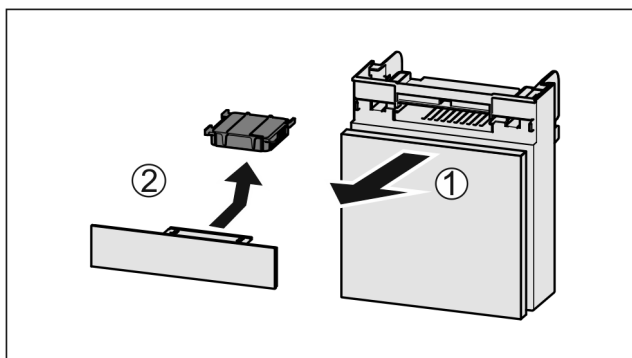

Fig. 237
- ▶ Zásuvku vytáhněte dopředu Fig. 237 (1).
- ▶ Filtr s aktivním uhlím vyjměte Fig. 237 (2).